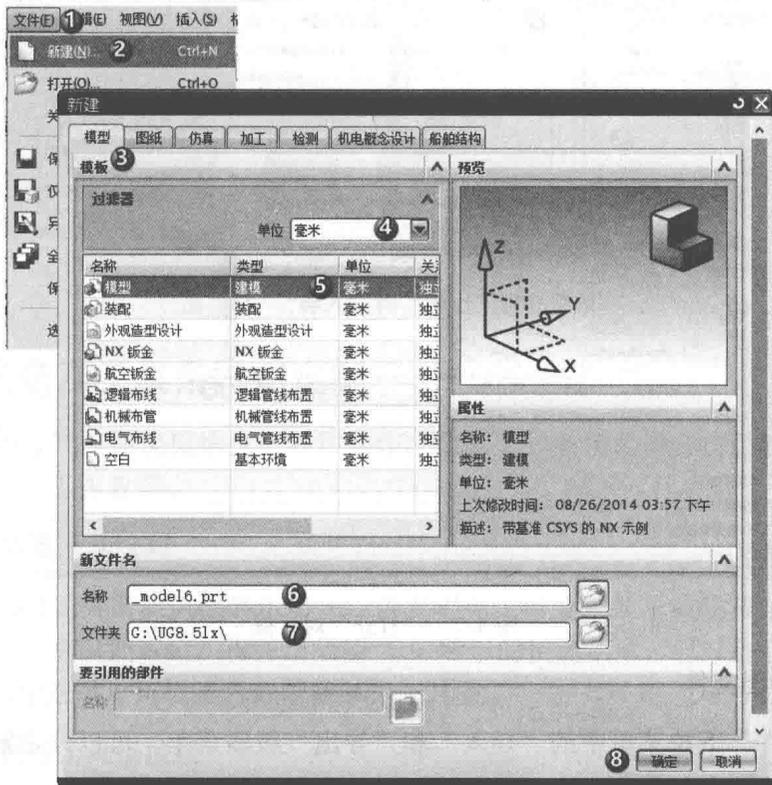

图 1-6 “新建”对话框
- (1) 单击“文件”菜单。
- (2) 选择“新建”菜单命令或单击“标准”工具条中的“新建”按钮.
- (3) 打开如图 1-6 所示的“新建”对话框，切换到“模型”选项卡。
- (4) 设置“单位”为“毫米”。
- (5) 选择新建类型为“建模”。